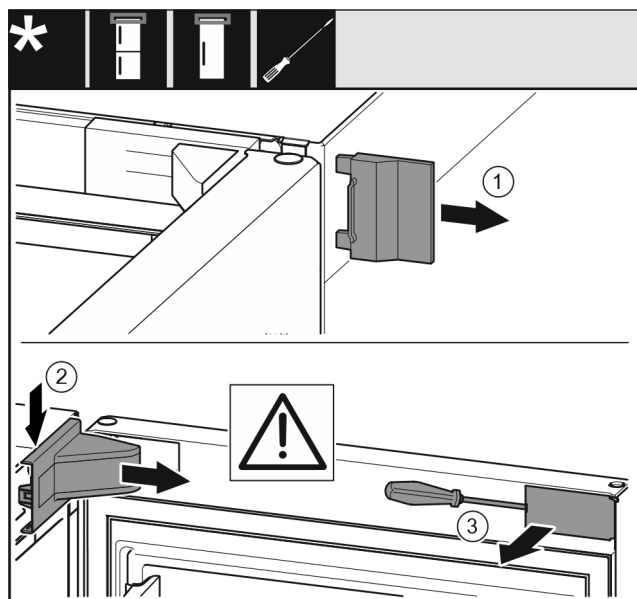

Fig. 11
- ▶ Rimuovere la copertura esterna. Fig. 11 (1)
- ▶ Disinnestare e allentare la copertura del blocco di supporto. Rimuovere la copertura del blocco di supporto. Fig. 11 (2)
- ▶ Disinnestare il pannello con un cacciavite a testa a intaglio e ruotarla lateralmente. Fig. 11 (3)